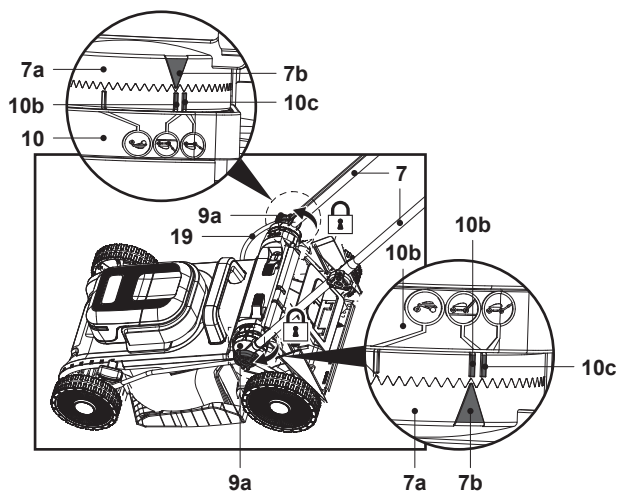

Fig. 2
3. Alinhe o triângulo de indicação (7b) na placa seletora (7a) com um dos indicadores de altura da pega (10b / 10c) no suporte da pega (10) e, em seguida, fixe o guiador inferior (7) apertando o botão de bloqueio (9a) (Fig. 2).
4. Repita a montagem acima no outro guiador inferior (7).
5. Certifique-se de que os dois guiadores inferiores (7) estão montados à mesma altura em ambos os lados.
6. Certifique-se de que o cabo de controlo (19) percorre a parte superior do guiador inferior (7).